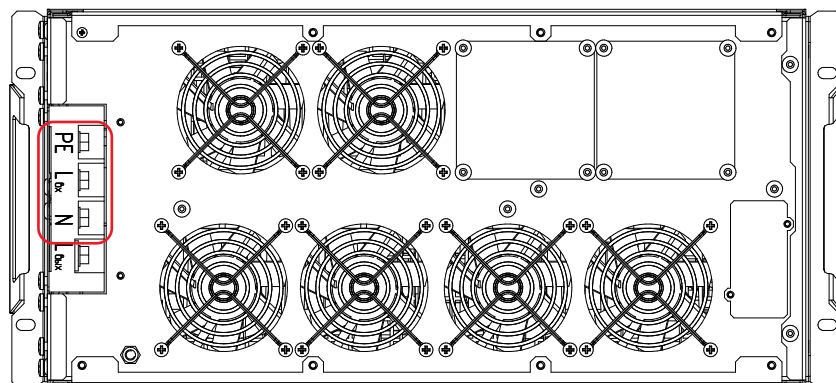

Рисунок 26. Стабилизаторы Штиль IS12000RT и IS15000RT. Выводы «PE-Lvх-N»
- у моделей IS12000RT, IS15000RT, IS20000RT с помощью выводов «PE-Lvx-N» (**рисунок 26**).